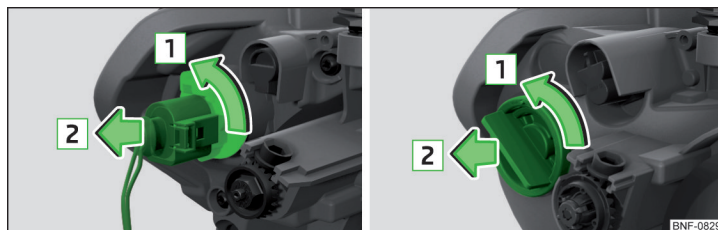

Fig. 177 Udskiftning af pære til blinklys foran: Type 1 / Type 2
- › Drej fatningen med pæren helt i pilens retning **1** » Fig. 177.